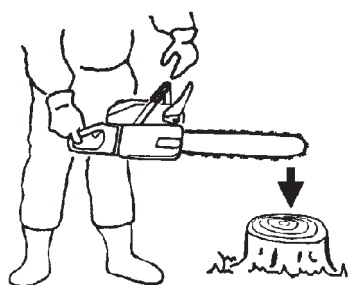

Рис. 13.
2. Удерживая бензопилу параллельно поверхности земли, отпустите переднюю ручку, и прижмите бензопилу к пню или куску дерева, при этом тормоз цепи должен сработать. См. Рис. 13.